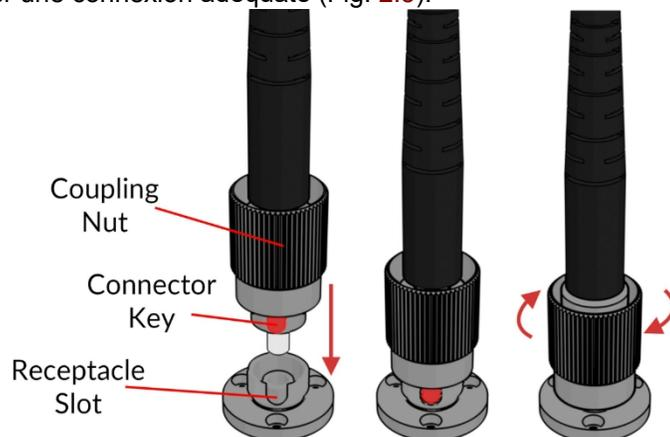

Figure 2.5 : Connecteur FC, Installation de la fibre
2. Avec un connecteur FC, la clé du connecteur doit être orientée de manière à entrer dans la fente du réceptacle pour assurer une connexion adéquate (Fig. 2.5).